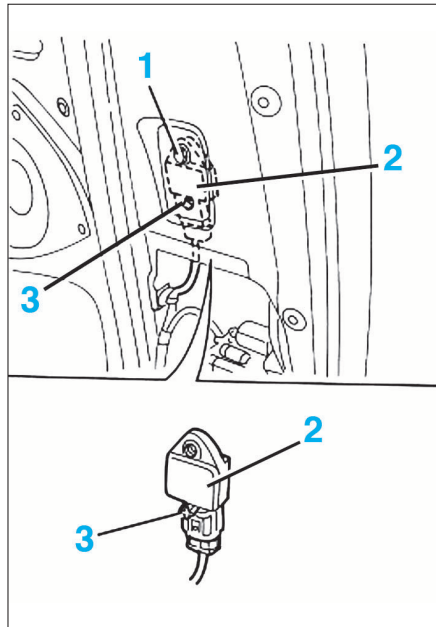

FIG. 26
- la vis de fixation (1) du capteur (2) (Fig.26).
- Libérer le capteur de son ergot de centrage (3)
- Débrancher le capteur (2)
- la vis de fixation (1) capteur (2) (Fig.26).
- Libérer le capteur de son ergot de centrage (3).
- Débrancher le capteur (2).